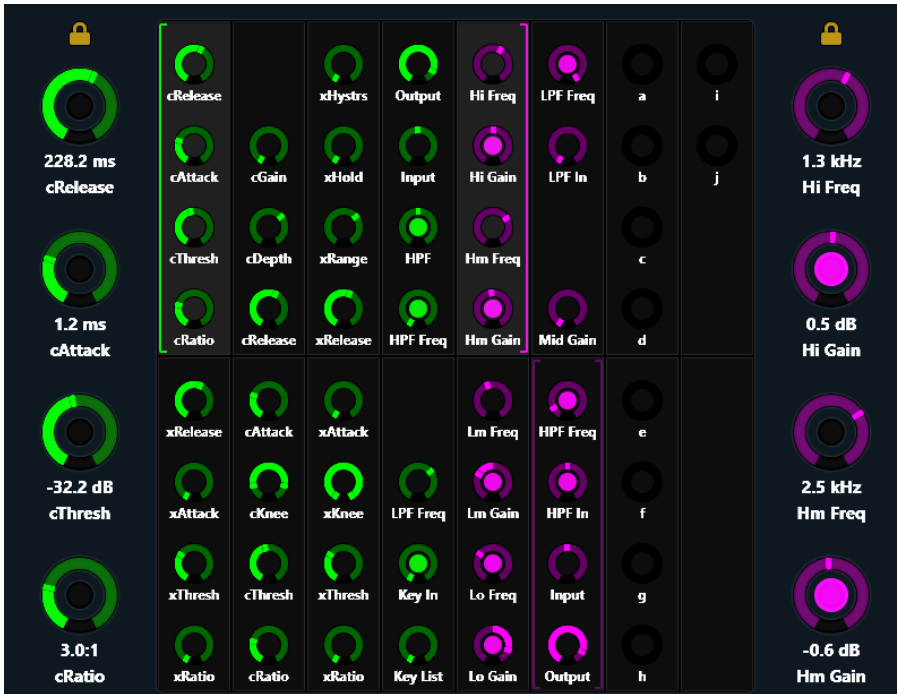

图 18 功能编辑器
- 左括号（在图 18 中以绿色显示）指示其右侧的控件会分配给左侧的关注轨道旋钮。
- 右括号（在图 18 中以紫色显示）指示其左侧的控件会分配给右侧的关注轨道旋钮。